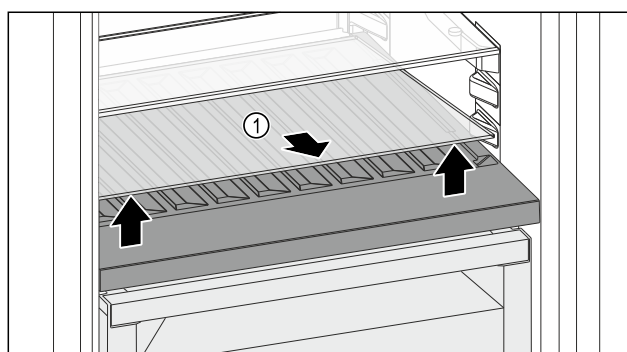

Fig. 174
- Sollevare il ripiano di vetro Fig. 174 (1) dall'incavo anteriore e rimuoverlo.
- Conservare il ripiano di vetro Fig. 174 (1) fuori dall'apparecchio in un luogo sicuro.
- Inserire il ripiano di vetro (2) sotto il vano bottiglie variabile.